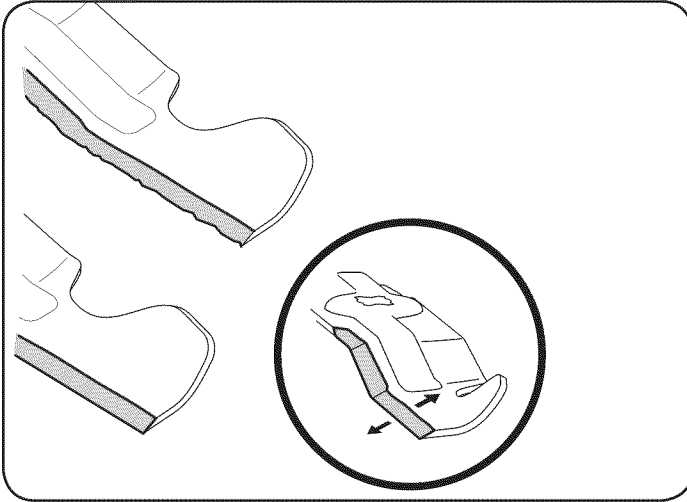

Figure 55
- Para afinar correctamente las hojas de corte, retire la misma cantidad de metal de ambos extremos de las hojas a lo largo de los bordes de corte, paralelo al borde de fuga, en un 25° - 30° de ángulo. Siempre moler cada filo de la cuchilla de corte por igual a mantener el equilibrio de la hoja adecuada. Véase la Figure 55.